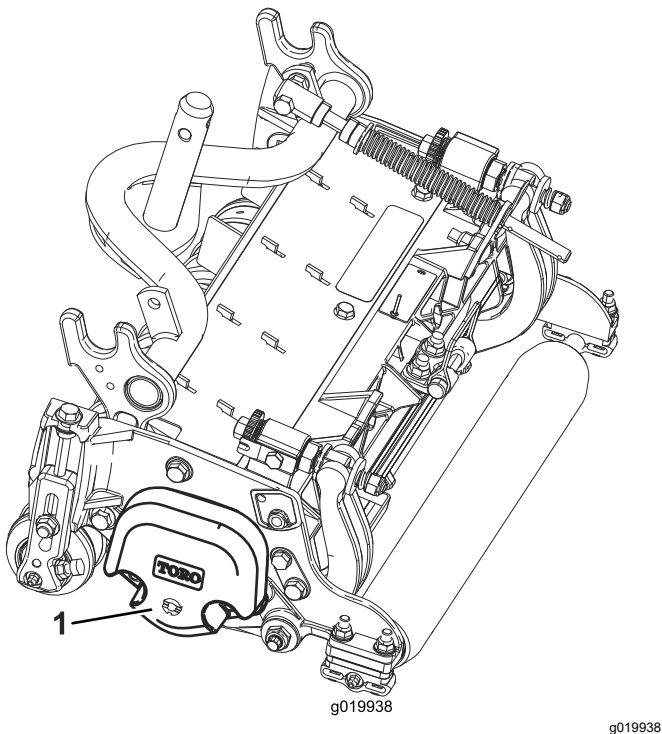

Figura 3
4. Asegúrese de que el contrapeso (**Figura 3**) está instalada en el extremo correcto de la unidad de corte, según lo indicado en el *Manual del operador de la unidad de corte*.